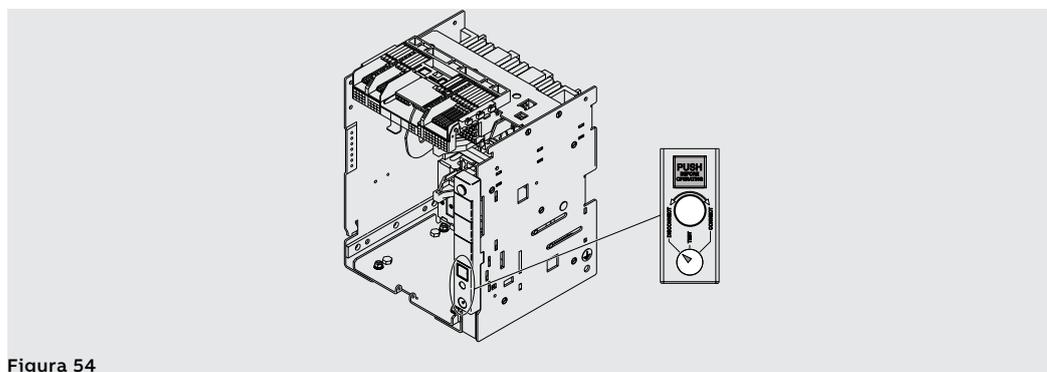

Figura 54
2. Verificare che il segnalatore sulla parte fissa indichi la posizione **DISCONNECT**. Vedi Figura 54.